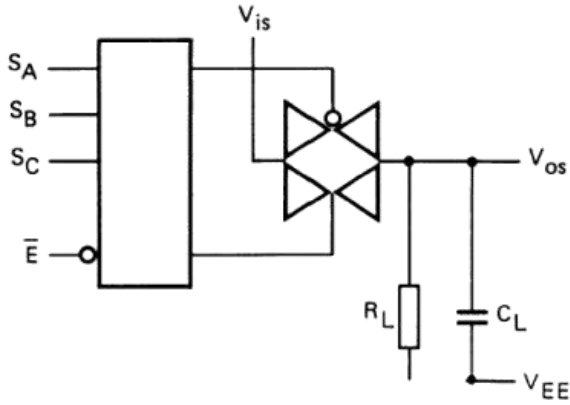

图 3
1. RL=10KΩ到 VEE; CL=50pF 到 VEE; E-=VSS; Vis=VDD(方波); 如图 3 所示
2. RL=10KΩ; CL=50pF 到 VEE; E-=VSS; Sn=VDD(方波); Vis=VDD 和 RL 到 VEE 用来测量 tPLH; Vis=VEE 和 RL 到 VDD 用来测量 tPHL; 如图 3 所示
3. RL=10KΩ; CL=50pF 到 VEE; E-=VDD(方波); Vis=VDD 和 RL 到 VEE 用来测量 tPHZ 和 tPZH; Vis=VEE 和 RL 到 VDD 用来测量 tPLZ 和 tPZL; 如图 3 所示
6. RL=10KΩ到 VEE; CL=15pF 到 VEE; E- 或 Sn=VDD(方波); 干扰是 |Vos| (峰值); 如图 3 所示